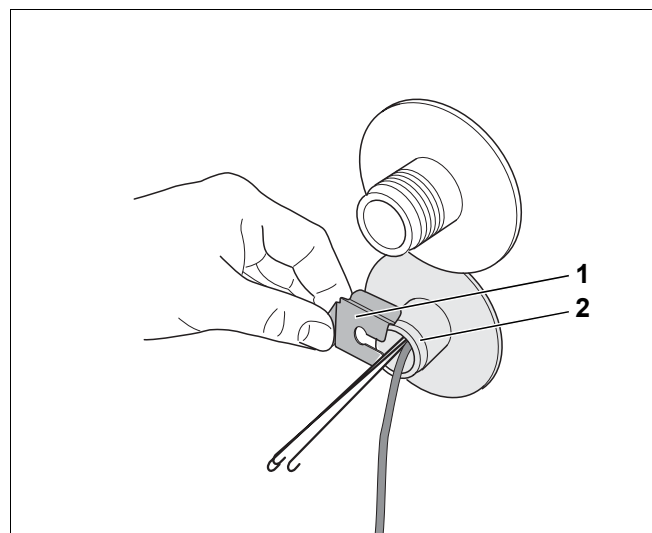

Рис. 8 Установка фиксатора датчика
- Надеть сбоку фиксатор (рис. 8, **поз. 1**) на гильзу (рис. 8, **поз. 2**).